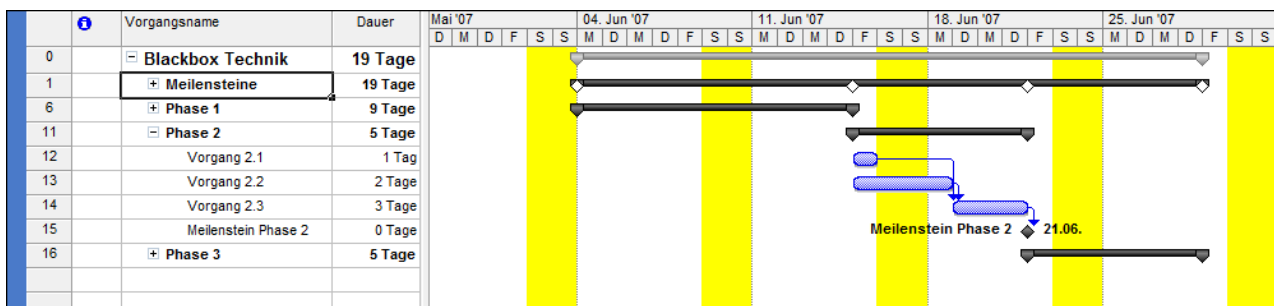

Bild 4: Jede Phase ist für sich alleine bearbeitbar, ohne dass die Gesamtlogik des Projekts verändert wird
- Für die Management-Meilensteine wird die Funktion "Vorgangsbalkenrollup im Sammelvorgang darstellen" aktiviert (im Register "Allgemein" der Dialogbox Informationen zu Vorgang), damit sie auch dann sichtbar bleiben, wenn der Sammelvorgang zusammengeklappt ist (Bild 4, Zeile 1).